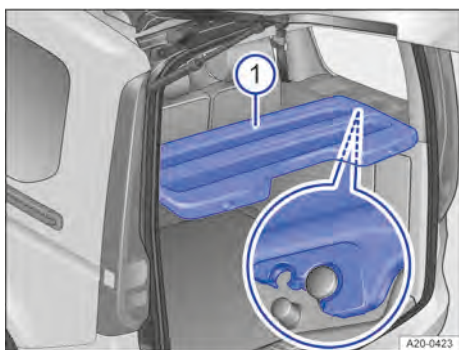

Abb. 153 Im Laderaum: Laderaumabdeckung.
4. Laderaumabdeckung schieben, bis die Abdeckung in den großen Halterungen → Abb. 153 eingerastet ist.
→ Abb. 153.